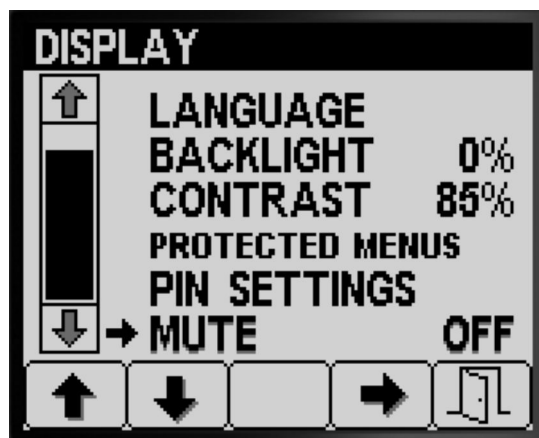

Figure 31
- Appuyez sur le bouton 4 pour ACTIVER ou DÉACTIVER l'indicateur de sourdine (Figure 31).
- Appuyez sur le bouton 5 pour enregistrer le réglage, quitter l'écran SOURDINE et retourner à l'écran RÉGLAGES (Figure 31).